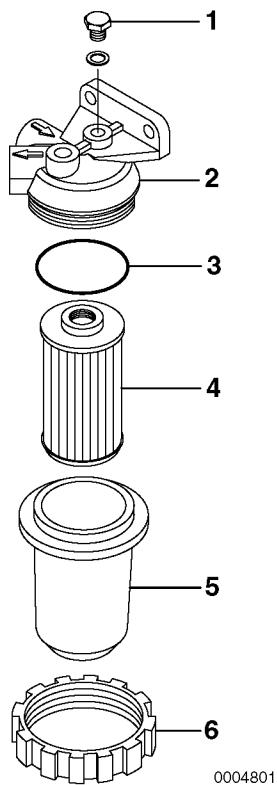

Figura 4
3. Afloje el tornillo de purgado de aire (**Figura 4, (1)**) 2 a 3 giros.